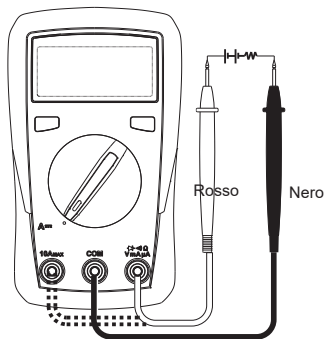

Figura 3
5. DC misurazione (vedi Figura 3)